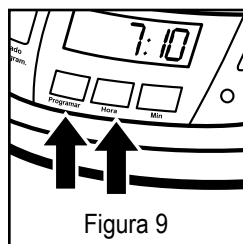

Figura 9
2. Continue pressionando o botão "PROGRAMAR" para programar o preparo do café. Enquanto estiver realizando essa operação, pressione e segure o botão de hora HORA, até que a tela do relógio mostre a hora que você deseja iniciar o preparo do café. O indicador PM ilumina-se para indicar um tempo PM. Se o indicador PM não se iluminar é porque o tempo é AM. Veja figura 9.